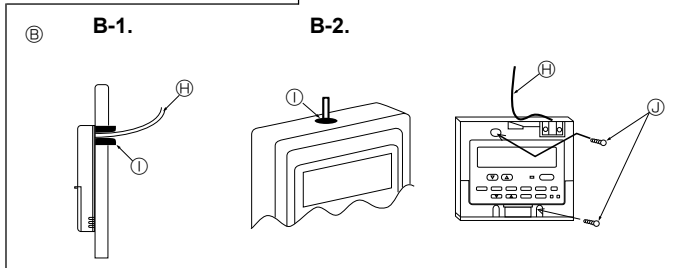

Fig. 6-3
(2) Замажьте сервисный вход в пульт дистанционного управления замазкой для предотвращения попадания капель росы, воды, а также тараканов или червей. (Fig. 6-3)
В-2. Для проведения шнура пульта дистанционного управления с верхнего корпуса: [Fig. 6-3]